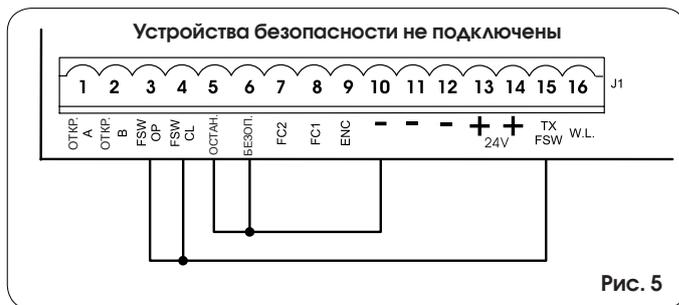
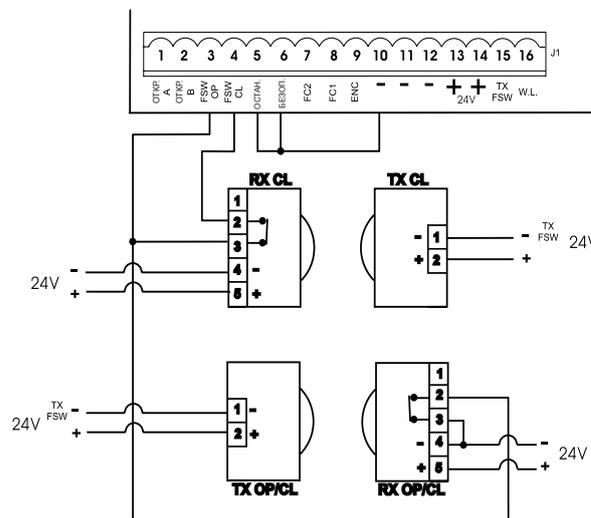

Рис. 5
Рис. 13
**Внимание:** Если устройства безопасности не используются, соединить клеммы перемычкой, как показано на рис. 5. Ниже показаны наиболее распространенные компоновки фотоэлементов и устройств безопасности (Рис. 6 – Рис. 13).
**ВНИМАНИЕ:** Если устройства безопасности открывания не подключены, соединить перемычкой входы FSW OP and - TXFSW (рис. 5).
**ВНИМАНИЕ:** Если устройства безопасности закрытия не подключены, соедините перемычкой входы FSW CL and - TX FSW (рис. 5).
**ВНИМАНИЕ:** Если устройства безопасности Кромка не подключены, соедините перемычкой входы SAFE и - (рис. 5).